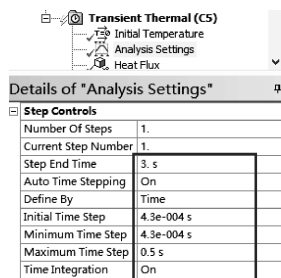

图 3-21 瞬态分析设置
(1) 在导航树上单击【Transient Thermal (C5)】。
(2) 单击【Analysis Settings】→【Details of “Analysis Settings”】→【Step Controls】→【Number Of Steps】= 1, 【Current Step Number】= 1, 【Step End Time】= 3s, 【Auto Time Stepping】= On, 【Define By】= Time, 【Initial Time Step】= 4.3×10^{-4} , 【Minimum Time Step】= 4.3×10^{-4} s, 【Maximum】= 0.5s, 【Time Integration】= On, 如图 3-21 所示。